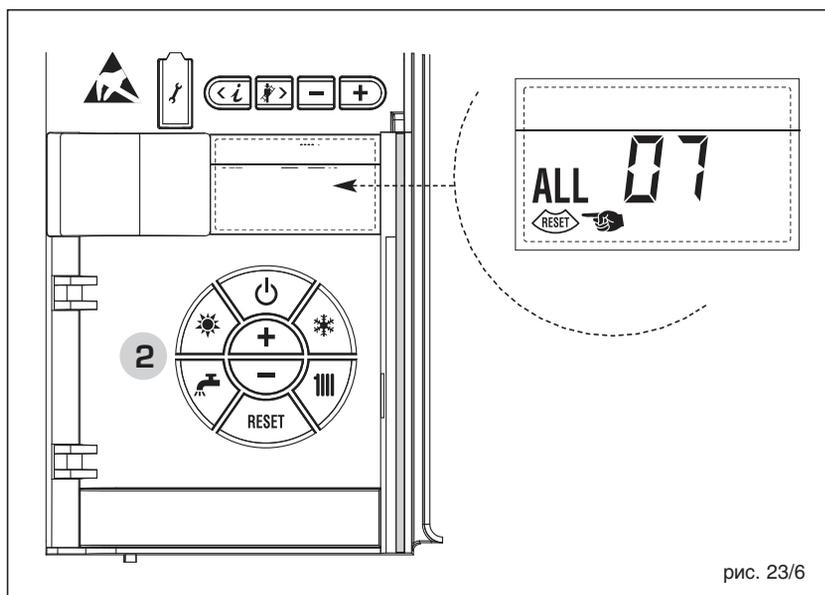

рис. 23/6
– **НЕПОЛАДКА - ПАРАЗИТНОЕ ПЛАМЯ, “ТРЕВ. 08” (рис. 23/7)**